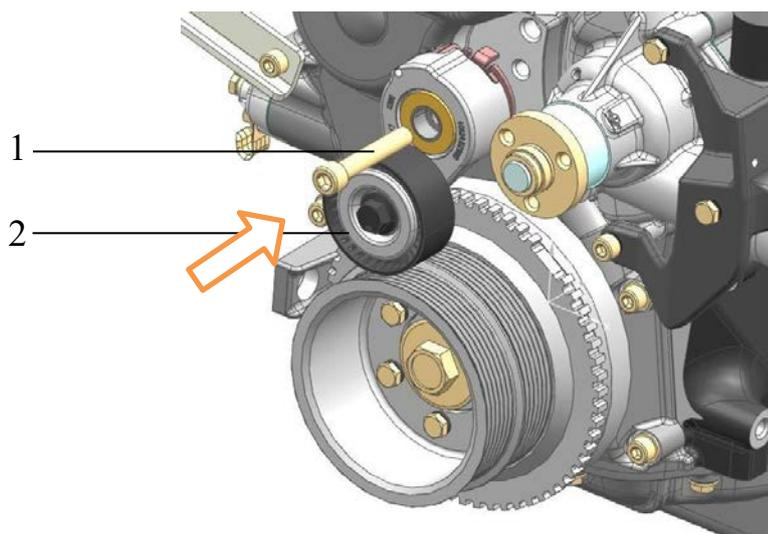

Рис.189. Установка автоматического механизма натяжения ремня:
– установить автоматический механизм натяжения ремня 2 (рис.189) на крышке цепи таким образом, чтобы отогнутый язычок механизма зашел в отверстие крышки цепи, и завернуть винт 1 крепления механизма натяжения моментом 39,2...49,1 Н·м (4,0...5,0 кгс·м), предварительно нанеся на резьбу винта силиконовый герметик «Юнисил Н70» или аналогичный;